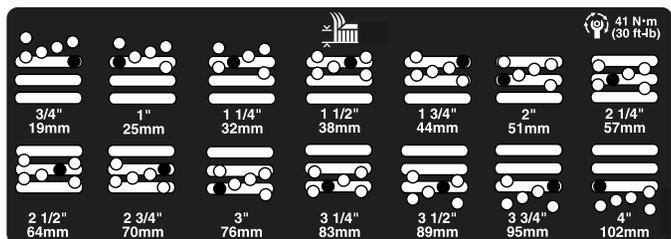

Рисунок 21
- Переместите камеру на требуемую высоту скашивания и установите проставку в предусмотренные для этой высоты отверстие и паз (Рисунок 21).